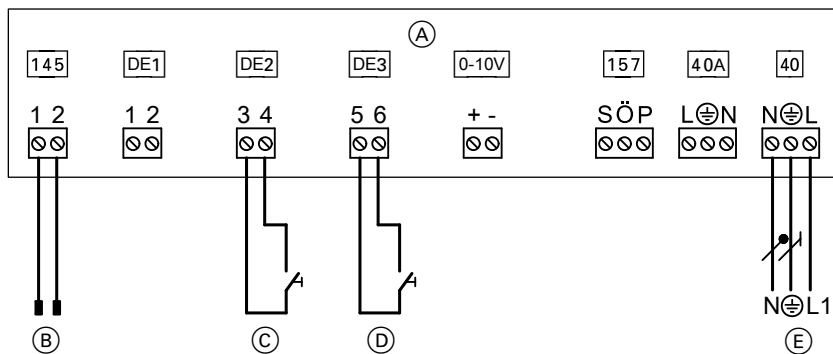

Abb. 29
- An Erweiterung EA1 gemäß Abb. 29